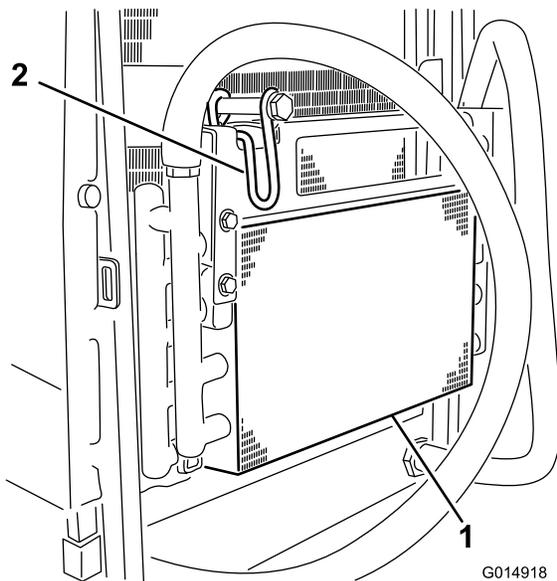

Bild 42
6. Drehen Sie den Riegel nach innen, um den Ölkühler zu lösen (Bild 42).